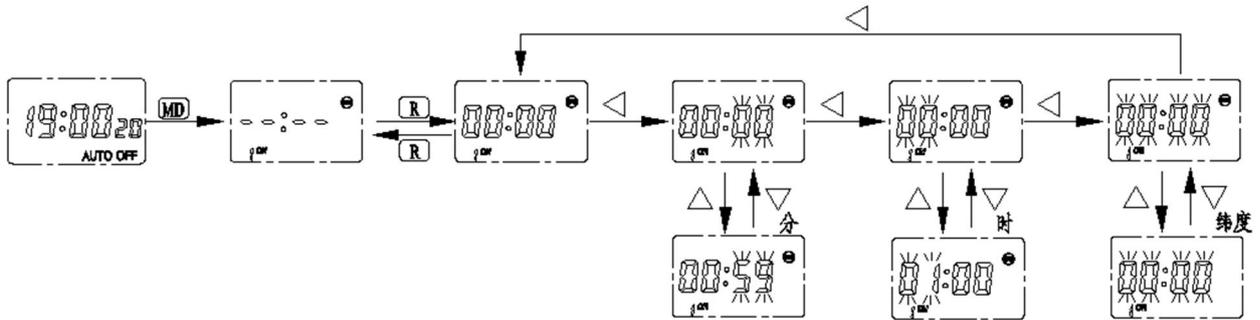

图11 液晶显示（设置第一组通电）
5.2.6.1 按“MD”键，进入第一组开启定时设置。按“<”键，选择“分”、“时”、“纬度”，按“△”键或“▽”键进行加减，将时钟设置为第一次需开启的时间，如图11所示。如需求纬度调整功能，需将纬度功能打开“⊕”标识显现。